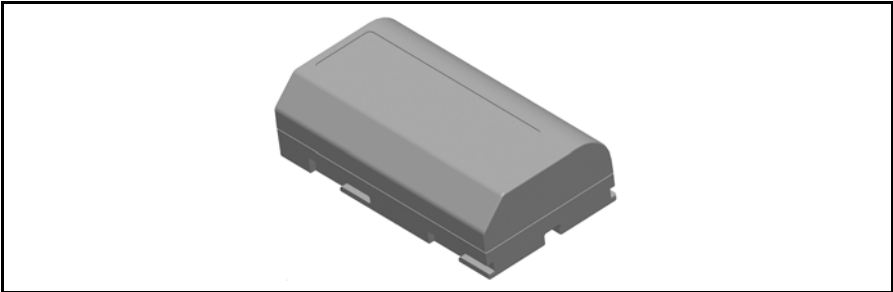

Рис. 6.54. Литиево-ионные батареи Trimble 7,4 В
**Совет.** Зарядное устройство для батарей также можно использовать для зарядки литиево-ионных батарей Trimble 7,4 В, см. рис. Рис. 6.54.